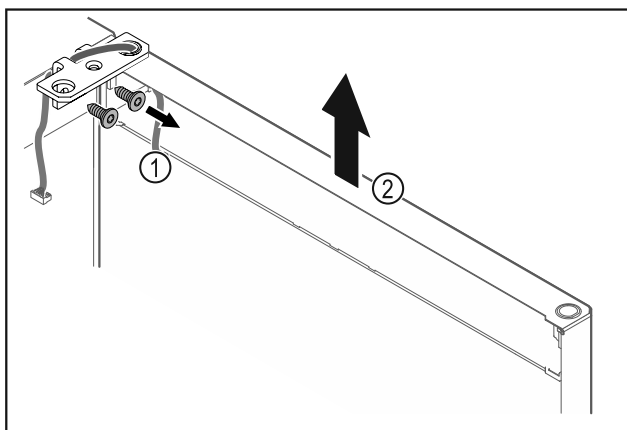

Fig. 20
- Csavarozza le a csuklópántot Fig. 20 (1).
- Az ajtót a csuklópánttal Fig. 20 (2) együtt emelje meg felfelé kb. 200 mm-rel, majd vegye le.